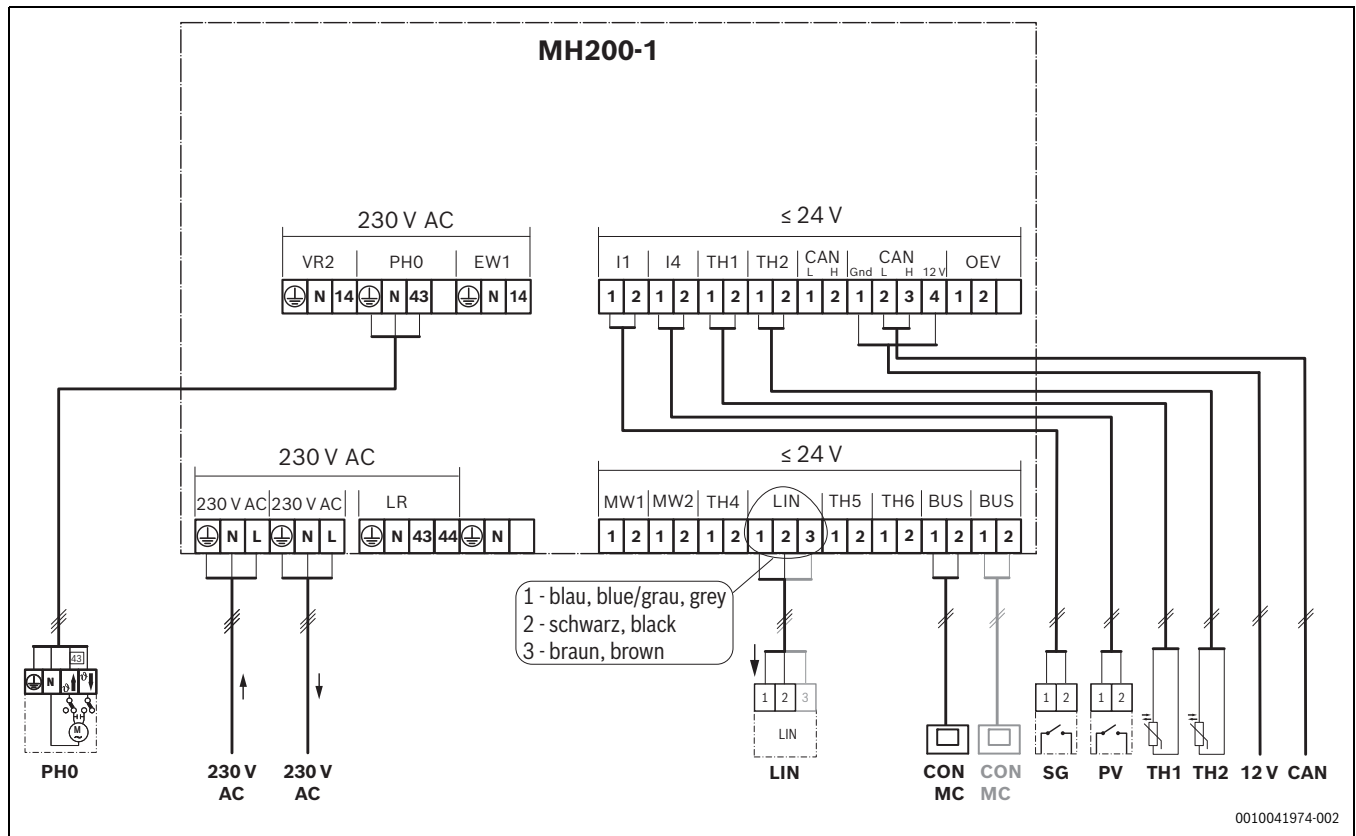

Fig. 4 Aperçu attribution bornes de raccordement
- ▶ S'assurer que les câbles sont raccordés aux bornes correspondantes marquées sur le module (→ Fig. 4).